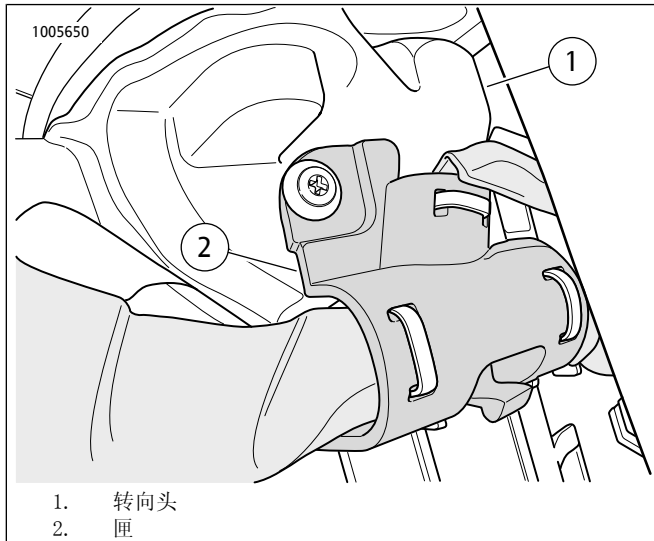

图6。转向头
10. 参见图6。将48英寸线束端头布设至转向头 (1)。使用盒 (2)固定线束。